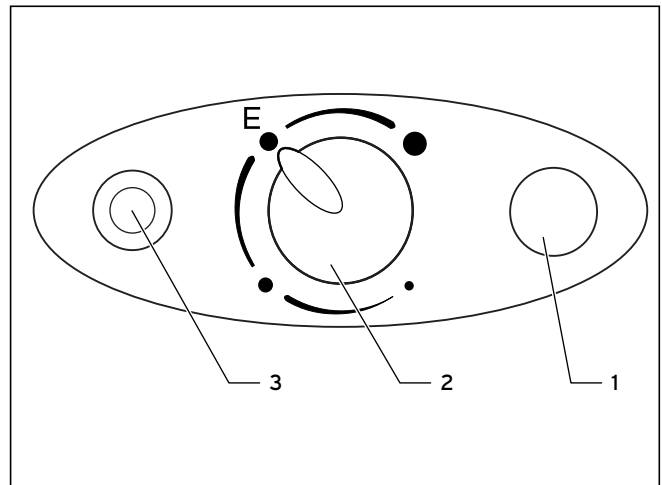

Abb. 4.2 Bedienungsblende
In Netzen mit Niedertarifen (Schwachlasttarifen) kann der VEH exclusiv/pro in Zweikreissschaltung angeschlossen werden. In Niedertarifzeiten wird dann die Grundlast vom Elektrizitätsversorger eingeschaltet. Der Temperaturregler schaltet die Heizleistung während dieser Zeit selbstständig ein und aus. Bei Bedarf wird durch Betätigen der Taste (3, Abb. 4.2) die „Schnellaufheizung“ des VEH exclusiv/pro aktiviert. Mit Erreichen der gewählten Wassertemperatur schaltet die Schnellheizung aus und nicht wieder ein. Der Betrieb des VEH exclusiv/pro wird während der Schnellaufheizung mit der gelben Signallampe angezeigt.
Der VEH exclusiv/pro heizt den Wasserinhalt nach Betätigung der Taste (3, Abb. 4.2) einmalig auf. Die gelbe Signallampe leuchtet während dieser Zeit. Jeder Aufheißvorgang muss durch Drücken der Taste (3) separat eingeschaltet werden.